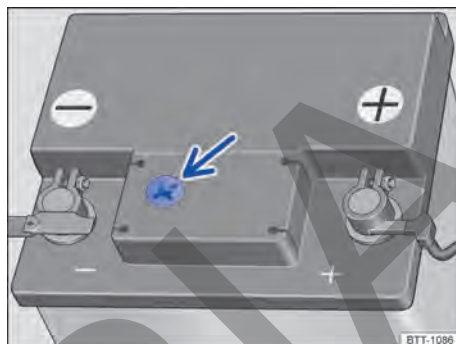

Fig. 189 En el compartimento del motor: ejemplo de posición del visor en el lado superior de la batería del vehículo.
- El visor redondo → fig. 189 en la parte superior de la batería del vehículo cambia de color dependiendo del nivel del electrolito.